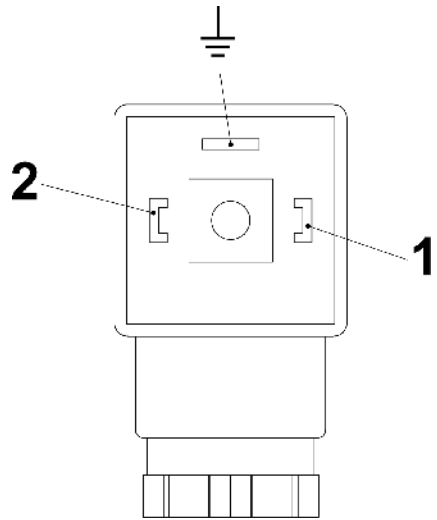
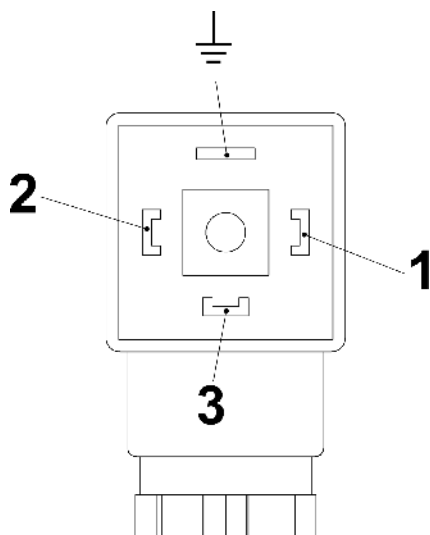

Abb. 23: Pin-Belegung Steckerdose Schließer (Form 30x70)
Abb. 24: Pin-Belegung Steckdose Wechsler (Form 30x70)
6. ➤ Anschluss gemäß den Anschlussbildern (Abb. 23 und Abb. 24) vornehmen